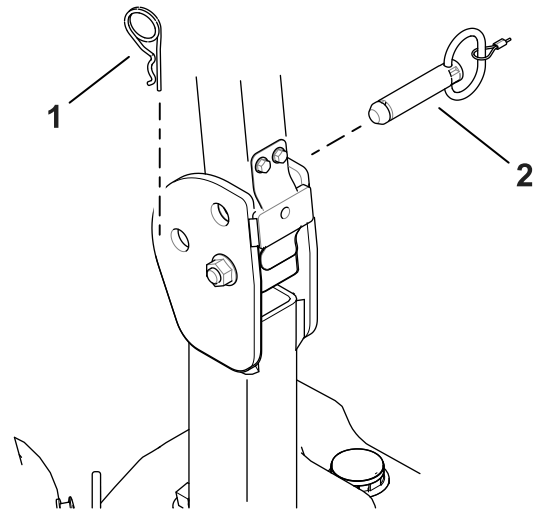

Figure 2
4. Retirez les goupilles du ROPS et placez-les dans le trou inférieur (Figure 2).